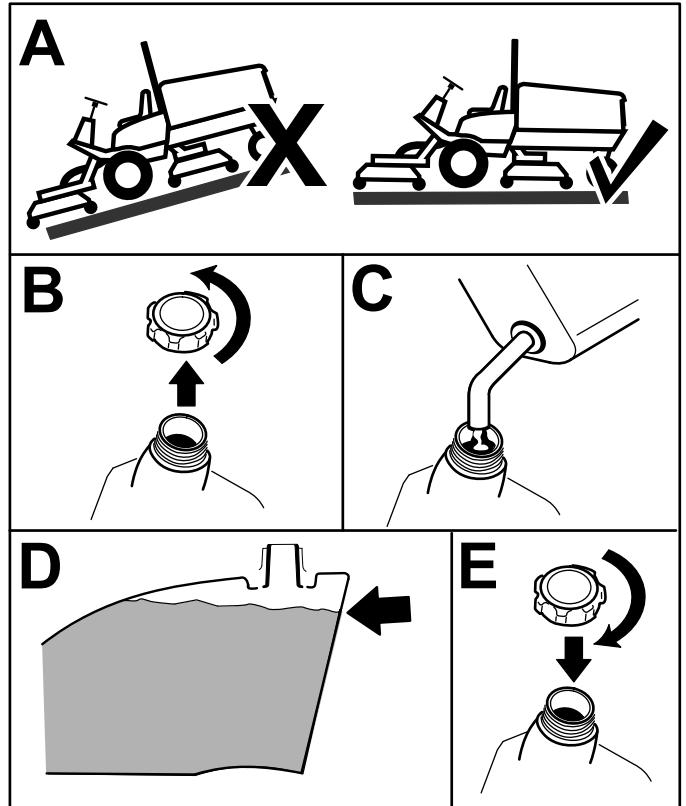

Figura 15
1. Estacione a máquina numa superfície plana (Figura 15).
2. Retire a tampa do depósito de combustível (Figura 15).
3. Adicione combustível, até que o nível se encontre entre 6 a 13 mm abaixo da extremidade inferior do tubo de enchimento (Figura 15).
4. Aperte novamente a tampa no depósito de combustível após o seu enchimento (Figura 15).